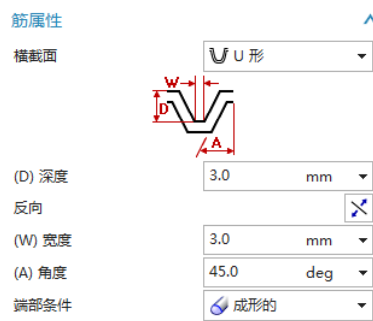

图 4-49 “U 形”对话框
(2) U 形：在“横截面”下拉列表中选择 U 形，对话框如图 4-49 所示。